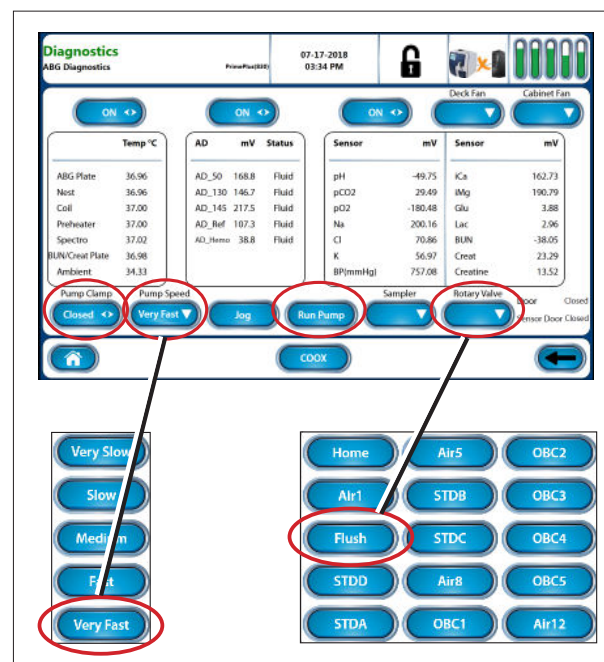

Figure 7.7 Paramètres et sélections des diagnostics ABG pour l'arrêt à long terme
7. Placez l'extrémité du circuit de débris (W) sur le dispositif de rinçage du calibrateur dans un récipient vide afin de recueillir les débris.
9. Rincez le trajet fluidique avec de l'eau déminéralisée en effectuant les sélections suivantes à partir de l'écran ABG Diagnostics (Figure 7.7)